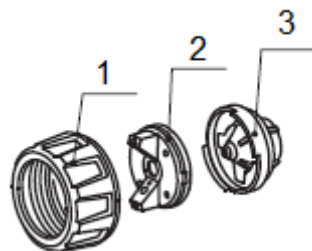

Рис.6
### Очистка краскопульта (рис. 6).
8. Отвинтите гайку сопла (1), поворотное (2) и неподвижное (3) сопла (рис.6).